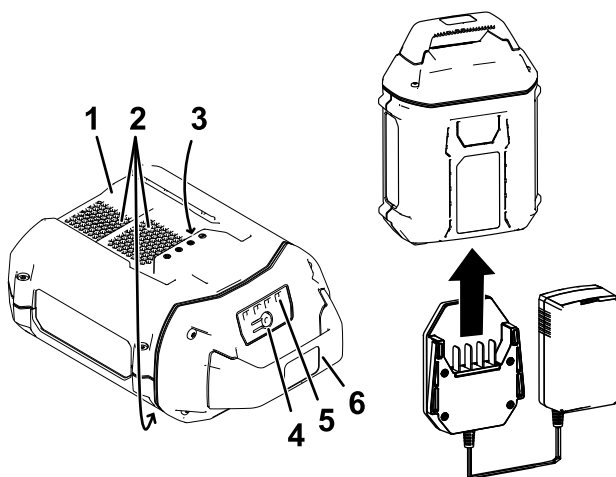

Figura 2
2. Alinhe a cavidade na bateria (Figura 2) com o ressalto no carregador.
3. Deslize o carregador para a bateria até que fique totalmente encaixado (Figura 2).